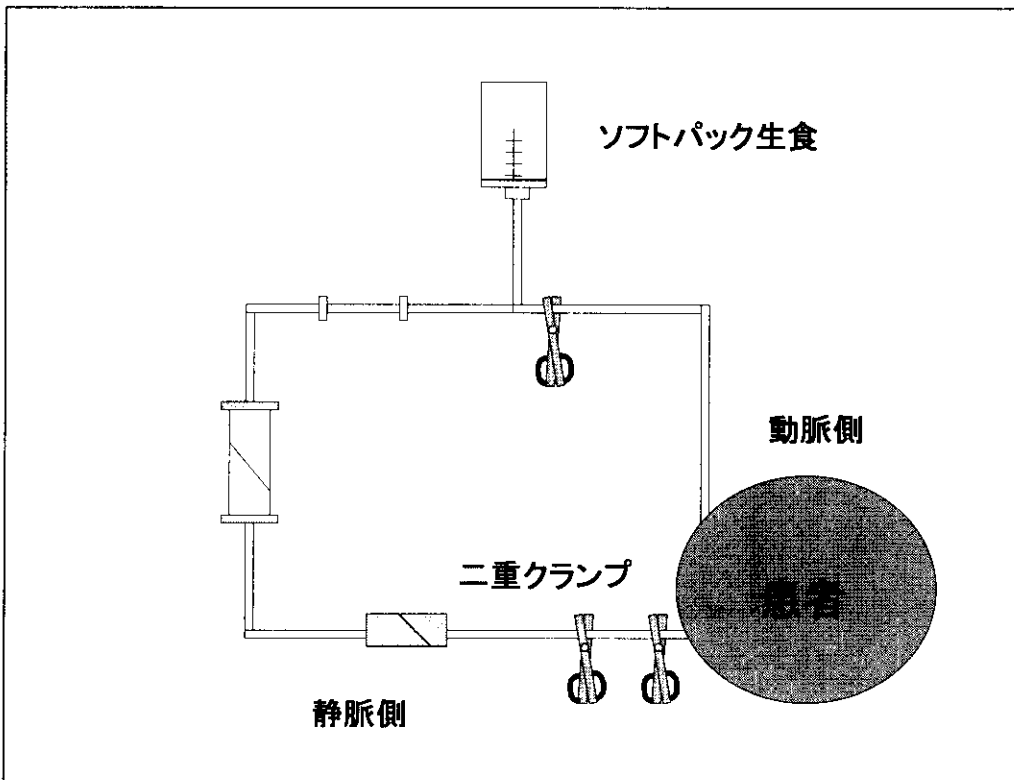

図 14 生食の落差を利用した生食置換返血法⑦
- ・ 返血操作が終了した時点で静脈側エアートラップ以降の血液回路を 2 箇所以上鉗子でクランプし，止血の準備をした後に動・静脈穿刺針を抜去する (図 14)。